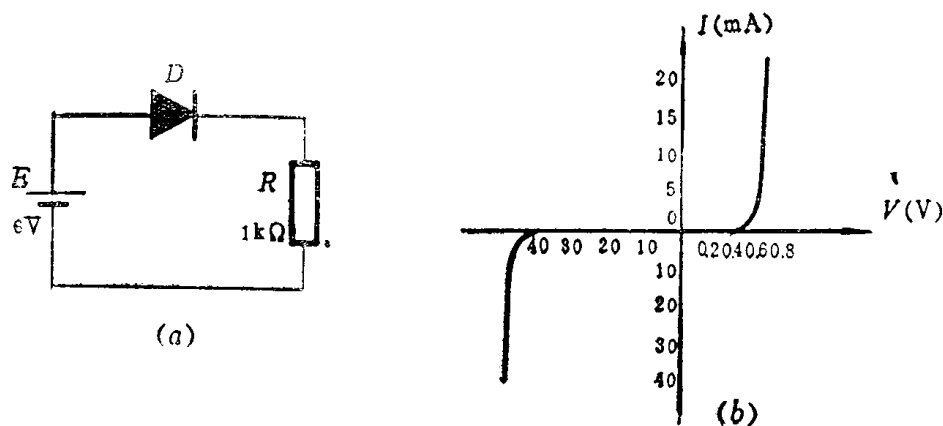

图 1-9
1.13 图1-92(a) 所示电路中二极管2CP10的伏安特性如图1-9(b)所示。